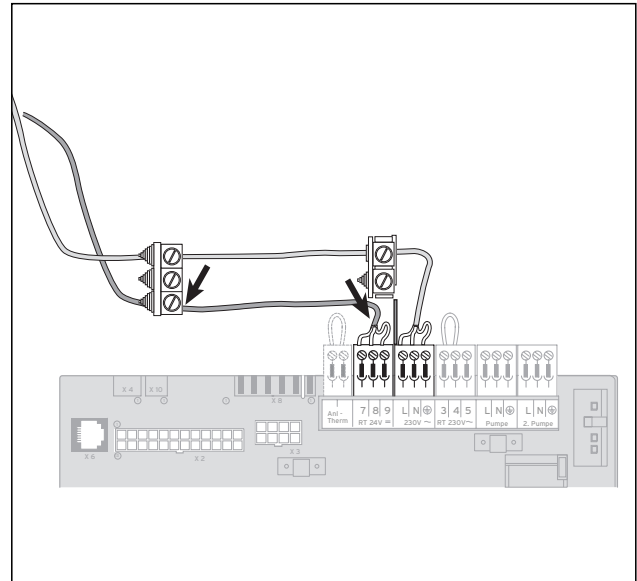

Abb. 5.14 Anschluss der Regelgeräte und Zubehör
- Schliessen Sie die Anschlusskabel entsprechend Abb. 5.14 an die entsprechenden ProE-Stecker bzw. Steckplätze der Elektronik an.